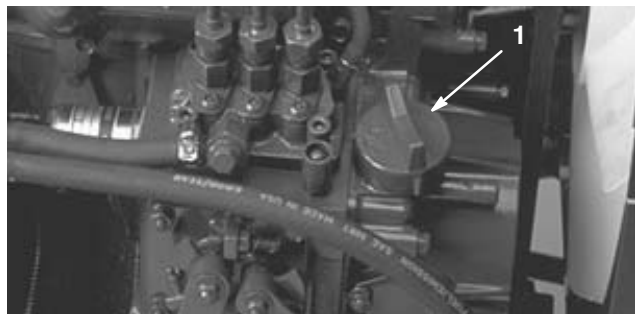

Figure 11
3. Si le niveau est bas, retirez le bouchon de remplissage (Fig. 11) et versez progressivement de petites quantités d'huile, en vérifiant fréquemment le niveau, jusqu'à ce que l'huile atteigne le repère du plein (FULL) sur la jauge.